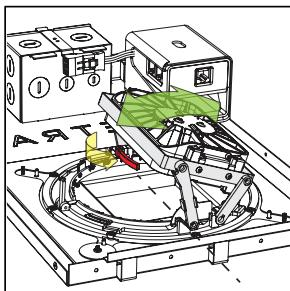

fig. 14
- b. Desbloquee el chasis del emisor: acceda la caja del D2 y desbloquee las palancas de bloqueo de inclinación y rotación (ambas de color rojo) (consulte la fig. 14).